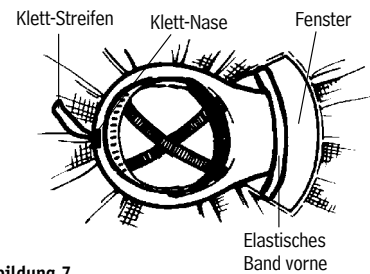

Abbildung 7
5. Schieben Sie den Schutzhelm so in die Haube der Atemschutzhaube, daß das Visier zur Vorderseite der Haube hin zeigt. Schlagen Sie das Visier oben am vorderen elastischen Band ein, das in die Haube eingnäht ist (siehe Abb. 7).